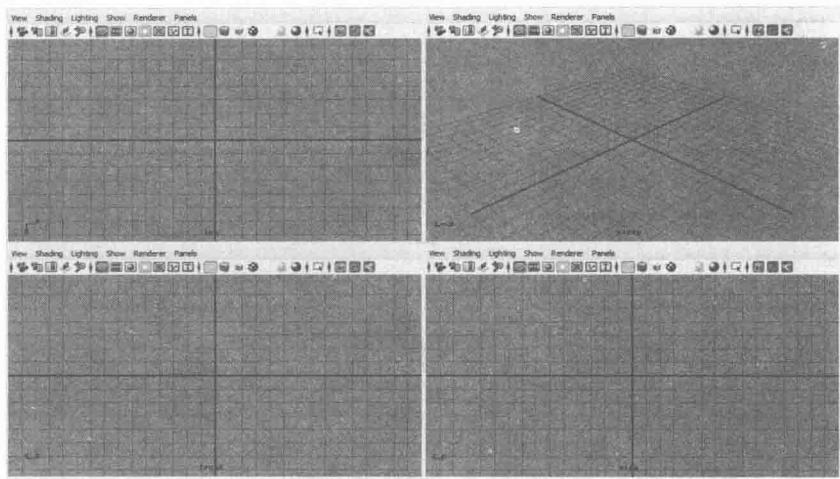

图 1-4
1) 首先切换视窗。Maya 2013 默认打开的是 persp (透视图) 视窗，可按键将视窗切换到四视图视窗模式，如图 1-4 所示。